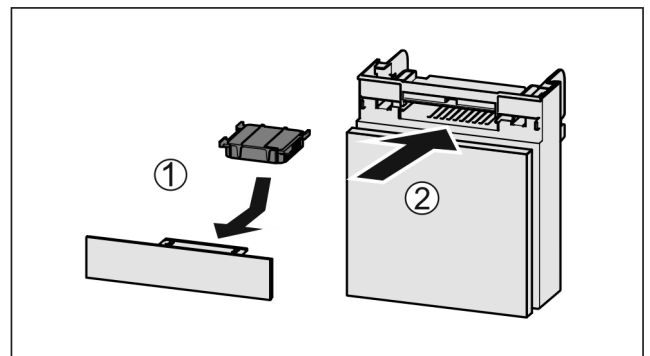

Fig. 57
- ▶ Aktivkohlefilter nach Abbildung einsetzen Fig. 57 (1).
- ▶ Fach einschleusen Fig. 57 (2).